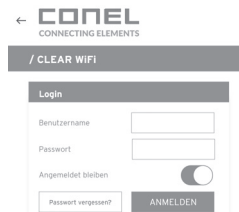

Abb. 9.10
- / Button „Anmelden“ betätigen (Abb. 9.10)